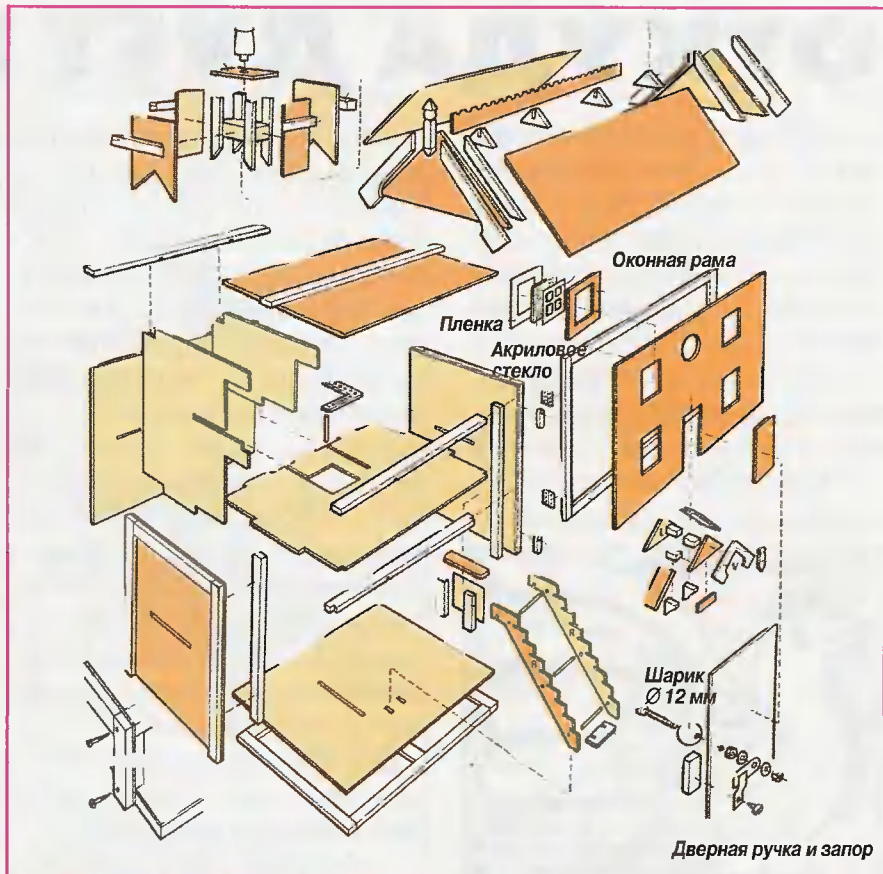

Рис. 3. Схема сборки домика.
4. Вырезаем из металла лопасти — 8 шт. (рис. 3).